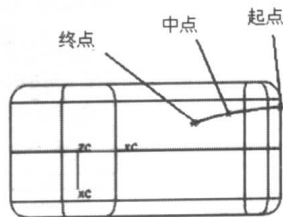

图 1-11 绘制圆弧
(1) 利用 **Basic Curves→Arc** 中的三点画弧法画弧。生成一段起点坐标为 $(-12.5, 61, 0)$ 、终点坐标 $(-8, 35, 0)$ 、中间点选择合适的点的圆弧，如图 1-11 所示。